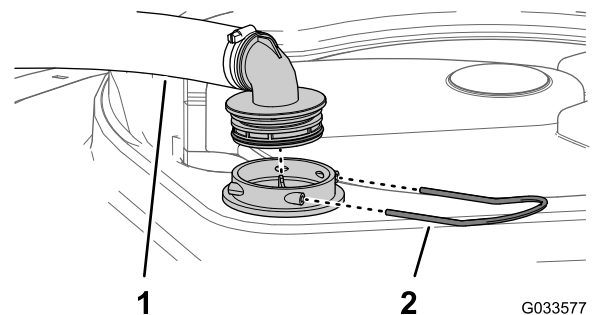

図 76
- タンク上部で、ストレーナハウジングからの太いホースについているフィッティングを固定しているリテーナを外す 図 76。
- ストレーナハウジングからホースとフィッティングを取り外す 図 76。